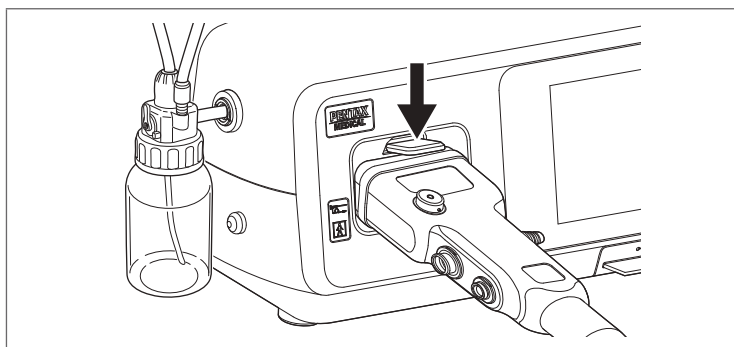

Figura 5.129
5. Țineți endoscopul și apăsați maneta de ejectare a endoscopului. (Figura 5.129)